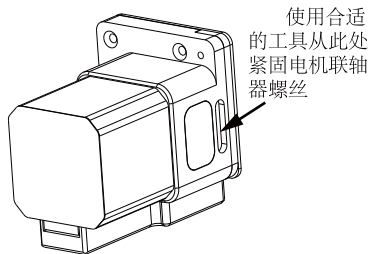

图9 电机模块
6) 使用配套工具(内六角扳手)拧紧电机联轴器螺丝，螺丝位置如图9所示；